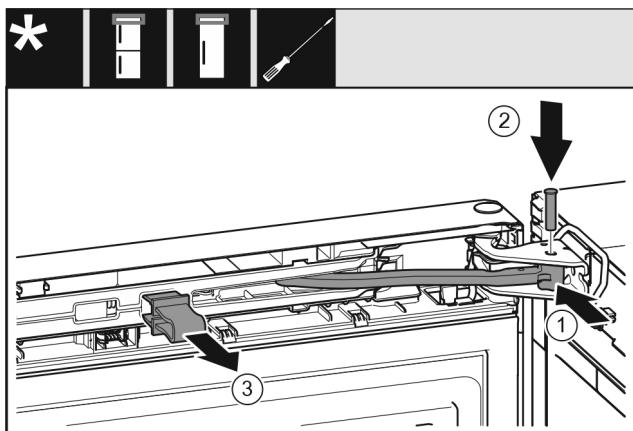

Fig. 50
- Rotiți articulația în suportul de lagăr. Fig. 50 (1)
- Introduceți bolțul în suportul de lagăr și articulație. Urmăriți ca respectiva camă de cuplare să fie așezată corect în canelură. Fig. 50 (2)
- Detașați siguranța. Fig. 50 (3)